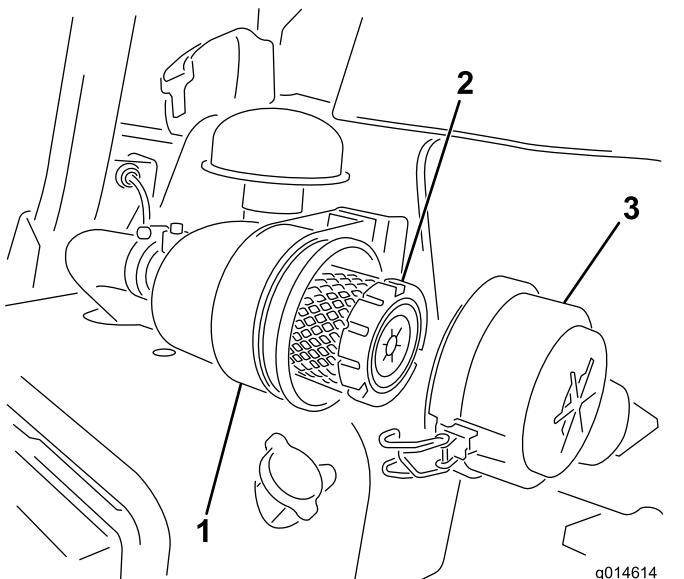

Figura 26
1. Abra los enganches que sujetan la tapa del limpiador de aire a la carcasa del limpiador de aire (Figura 26).
7. Cierre los enganches (Figura 26).